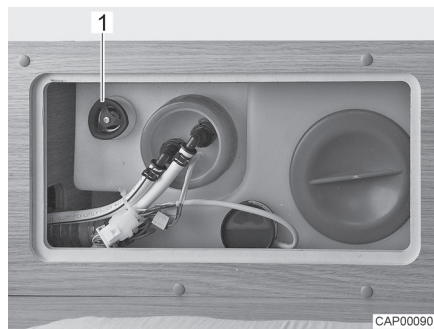

Fig. 74 Depósito de agua con tirador giratorio
- Girar el tirador giratorio (Fig. 74,1) del depósito de agua en sentido contrario a las agujas del reloj sobrepasando la resistencia, para abrir el orificio de salida completamente.